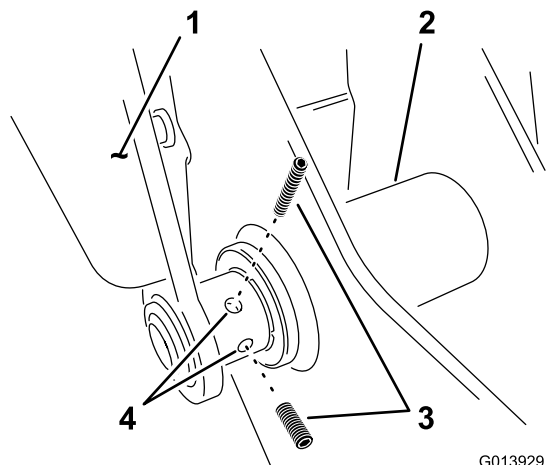

Рисунок 7
- Установите два установочных винта в левый рычаг в нижней точке шарнира (Рисунок 7).
6. Затяните два установочных винта в левом поворотном рычаге; см. Рисунок 7 раздела Присоединение рычагов люльки к опорной раме \(страница 7\).